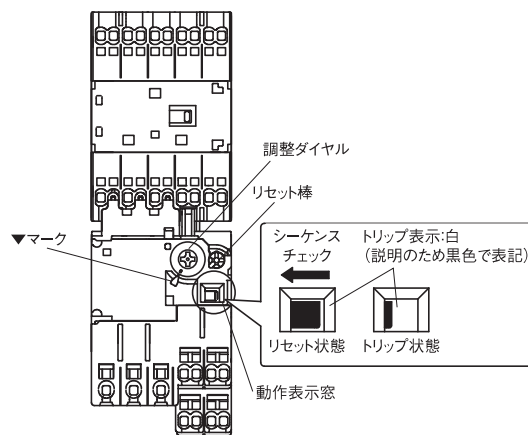

図1
#### (1)電流整定のしかた【図1】
#### (2)動作表示【図1】
#### (3)シーケンスチェック【図1】
#### (4)リセット方法【図1】